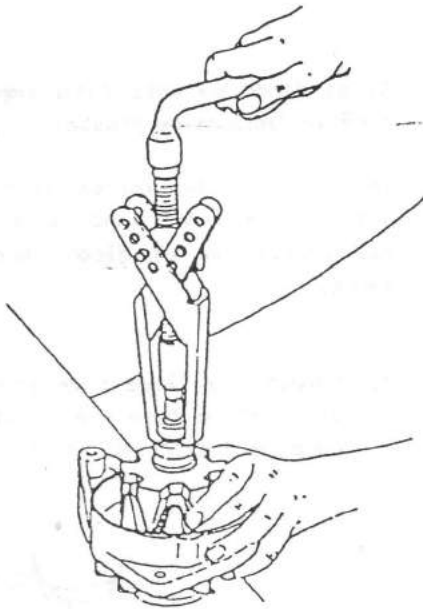

Fig. 10.19
- 2.- Retire el rodamiento posterior usando un extractor de dos ganchos (Fig. 10.19).